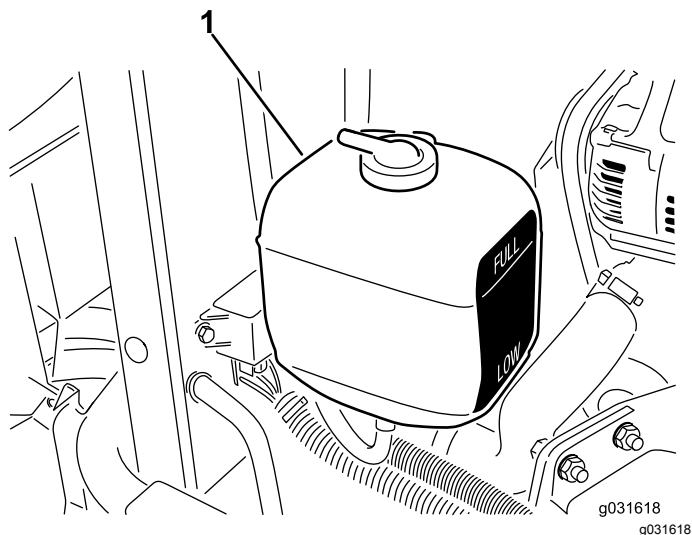

Figura 56
1. Compruebe el nivel de refrigerante del depósito de expansión (Figura 56).